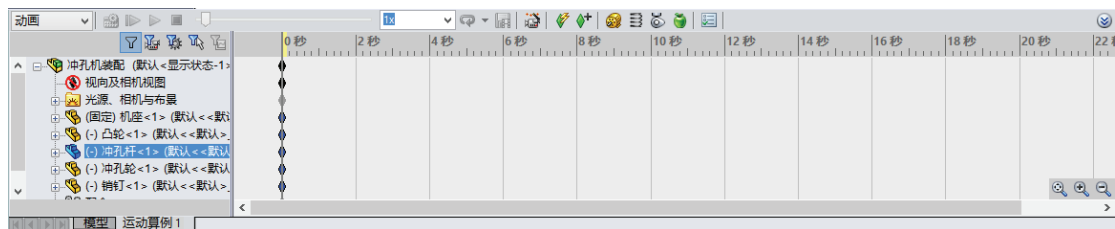

图 8-6 打开“运动算例”操控面板
STEP 4 右击 SolidWorks 操作界面顶部的空白区域，在弹出的快捷菜单中选择“MotionManager”菜单项，再在底部标签栏中单击“运动算例 1”标签，打开“运动算例”操控面板，如图 8-6 所示。